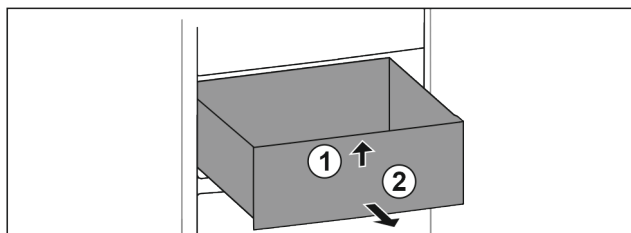

Fig. 27
- Lade aan de voorkant optillen. Fig. 27 (1)
- Lade naar voren toe verwijderen. Fig. 27 (2)